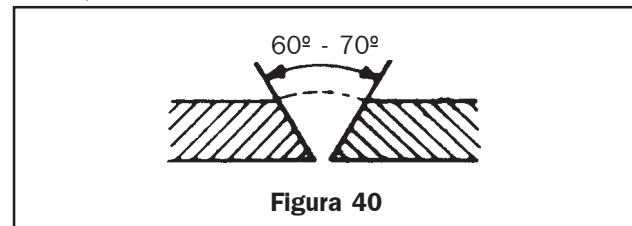

Figura 40
- ♦ Ahorro considerable del metal de aportación al ser el achaflanado de los bordes bastante menor que en la soldadura a la izquierda (figura 40).